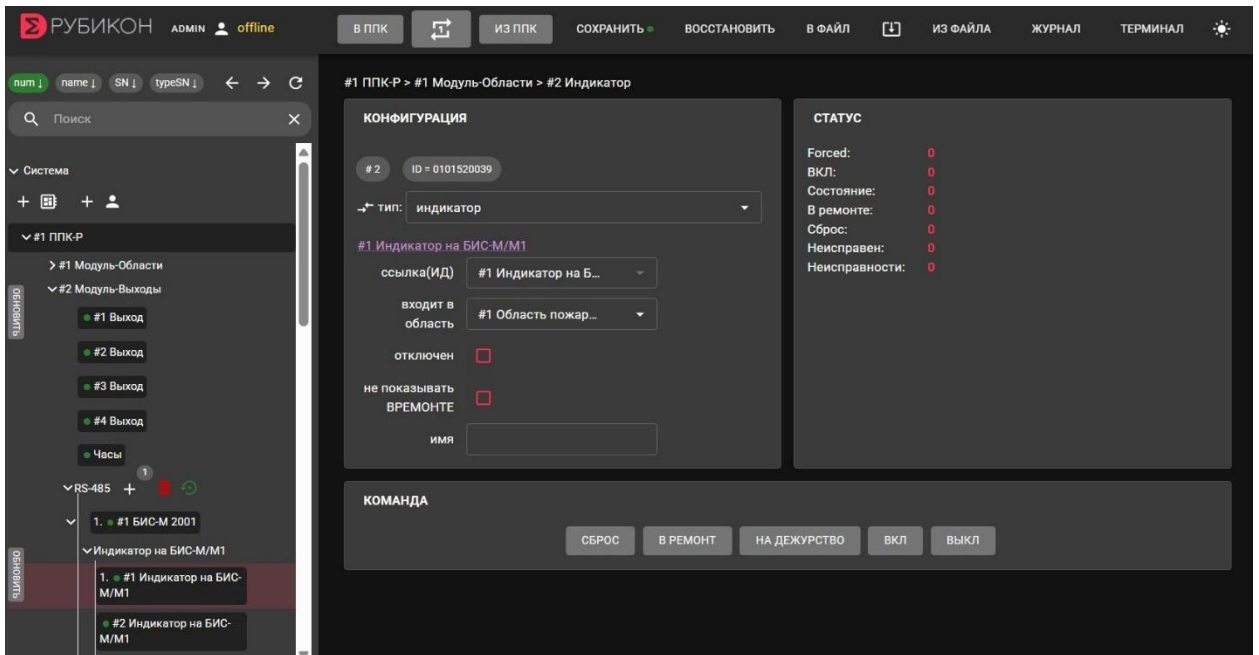

Рисунок 37 – Назначение индикатора устройства БИС-М
- **RS-485:** здесь отображаются устройства БИС-М, которые подключаются через интерфейс RS-485. Для данного устройства есть специальный тип «индикатор». Если для области пожаротушения выбрать какой-нибудь **Индикатор на БИС-М** (Рис. 37) из раскрывающегося списка, то при пожаре на приборе загорится эта назначенная индикаторная кнопка. Прибор БИС-М обеспечивает физическую индикацию событий. Реализована возможность узнать версию прошивки БИС-М, подключенного к ППК-Р. Также получать события и следить за состоянием областей можно не только через само устройство, но и через интегрированное с ППК-Р ПО «Интеллект».